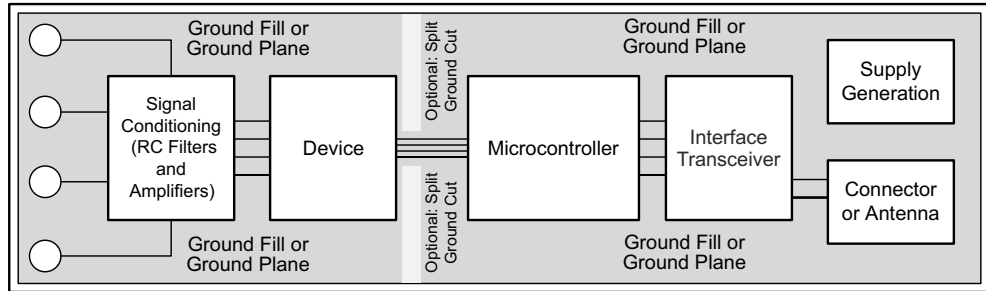

图 10-12. 系统组件布局
在为模拟和数字元件进行印刷电路板 (PCB) 布局布线时，应遵循最佳设计实践。为了获得出色性能，请将模拟元件 [例如 ADC、放大器、基准、数模转换器 (DAC) 和模拟多路复用器] 与数字元件 [例如微控制器、复杂的可编程逻辑器件 (CPLD)、现场可编程逻辑门阵列 (FPGA)、射频 (RF) 收发器、通用串行总线 (USB) 收发器以及开关稳压器] 相分离。图 10-12 展示了良好的元件放置示例。尽管图 10-12 给出了良好的组件布局示例，各应用的最佳布局只针对特定的几何尺寸、组件和 PCB 制造能力。即没有适用于所有设计的布局布线方式，因此在使用模拟组件进行设计时必须小心谨慎。